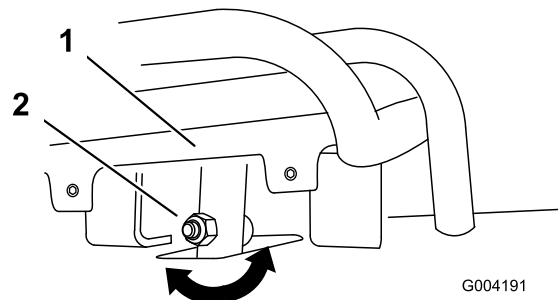
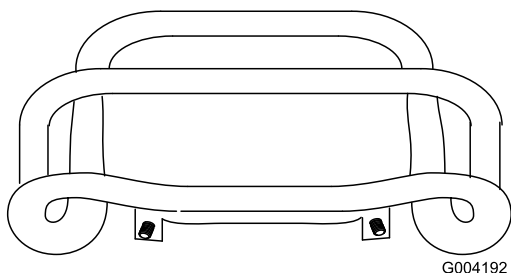

図 54
図 55
4. 全速後退位置にセットした走行コントロールバーが基準バーに対して適切に整列していない場合は、走行コントロールのステム部にあるフランジナットとボルトをゆるめる **図 54**。
5. 全速後退位置にセットした走行コントロールバーが基準バーに対して面一になるように調整する **図 54** と **図 55**。
- C. 走行コントロールのシステムのフランジナットとボルトをゆるめる 図 54。
- I. 全速後退位置にセットした走行コントロールバーが基準バーに対して面一になるように調整する 図 54 と 図 55。